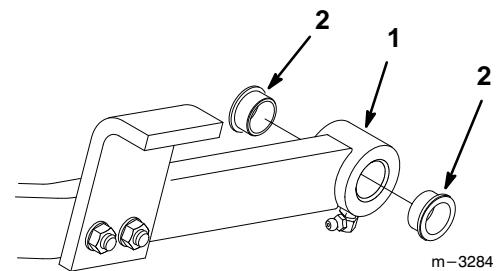

Figure 38
4. Introduire un chasse-goupille dans l'alésage du bras d'attelage et chasser prudemment les coussinets hors du bras (Fig. 38). Nettoyer l'alésage du bras.
5. A l'aide d'un marteau et d'une cale martyre, emmancher prudemment les coussinets neufs dans l'alésage du bras d'attelage (Fig. 38).